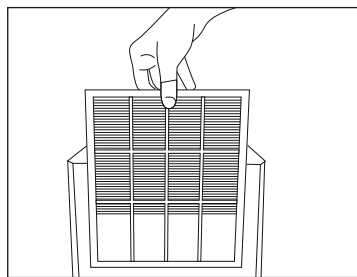

РИС. 4
2. Держась за ручку сетки фильтрации, вытяните сетку (см. рисунок 4).